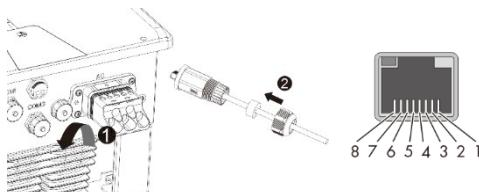

Fig. 20: Introducir el cable de red
- 4 Enchufar el cable de red en COM1 o COM2 (véase la fig. 20; tenga en cuenta la secuencia y las direcciones de las flechas)